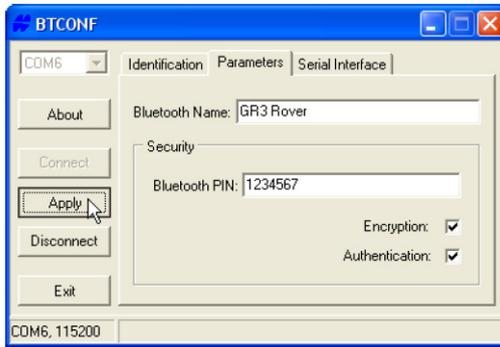

Figura 2-23. Parametri di protezione di BTCONF
7. Per impostare i parametri di protezione (Figura 2-23 a pag. 2-25), abilitare le seguenti opzioni, quindi fare clic su **Apply**: